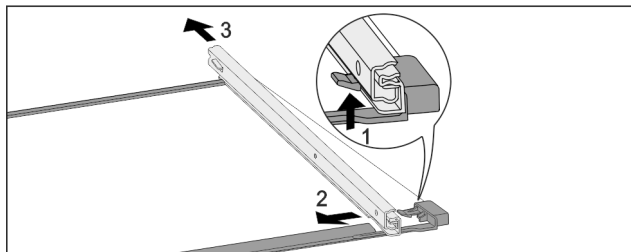

Fig. 202 Skleněná deska s kolejničkami
- ▶ Přední aretační háček zatlačte nahoru. Fig. 202 (1)
- ▶ Vysuvnou kolejničku vysuňte stranou Fig. 202 (2) a dozadu Fig. 202 (3).